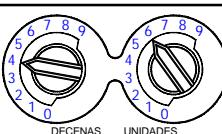

Figura 1: Comutador rotatorio de direcciones decádicas
1. Fije la dirección del sensor (véase Figura 1) mediante un destornillador de hoja plana para girar los selectores de dirección y seleccione el número deseado del 01 al 99. Anote la dirección sobre la etiqueta situada en la base.